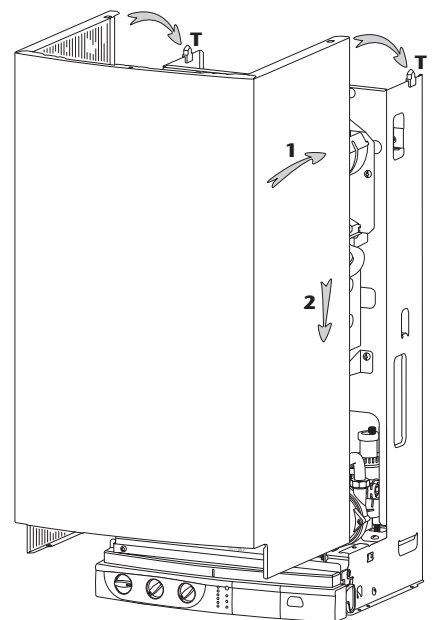

Fig. 20
- présenter l'habillage (fig. 20)
- engager les 2 encoches de côté sur les tenons **T** du châssis, et placer l'habillage suivant **1** et **2** (fig.20)